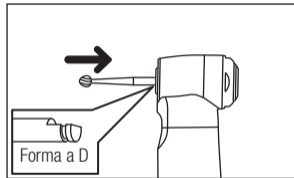

Fig. 1
- 1) Inserire e ruotare leggermente la fresa fino a farla ingranare con il meccanismo a levetta. (Fig. 1)